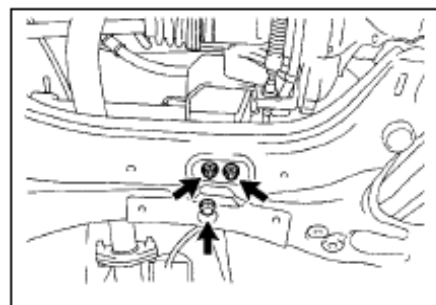

Рис. 193
- (2) Установите болт и две гайки центрального крепления(рис. 193)